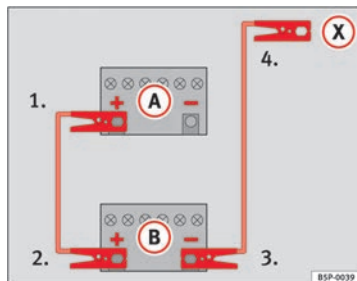

Fig. 241 Esquema de conexión de los cables de emergencia
En la ⇒ fig. 241 (A) representa a la batería sin carga y (B) a la batería con carga.
- 1. Emborne un extremo del cable de emergencia rojo al polo positivo ⇒ fig. 241 (+) del vehículo con la batería descargada ⇒ ⚠.
- 4. Emborne el otro extremo del cable negro de emergencia (X) a una pieza de metal maciza unida al bloque motor o al mismo